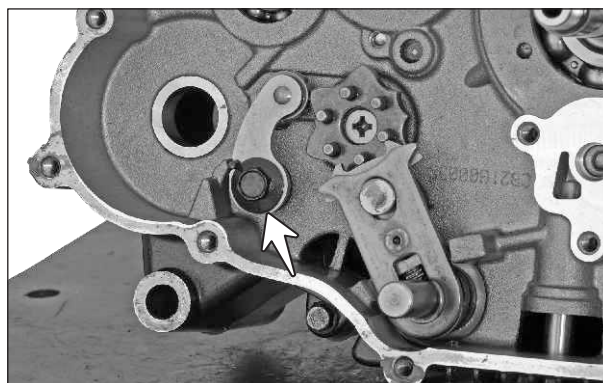

Fig. 3.130
- Retire el tornillo del tope del selector de cambios en el cárter derecho y retire el tope. (Fig. 3.130)